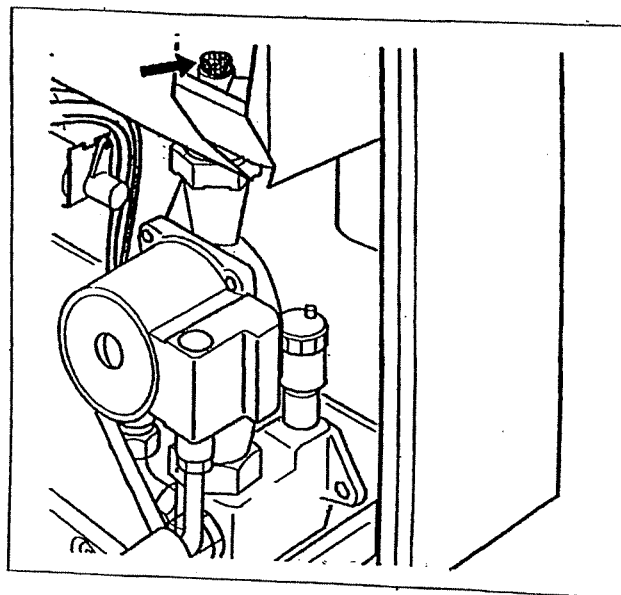

Fig. 21 Valvola di sfiato
- ◆ Sfiatare la caldaia tramite la valvola di sfiato (Fig. 21).